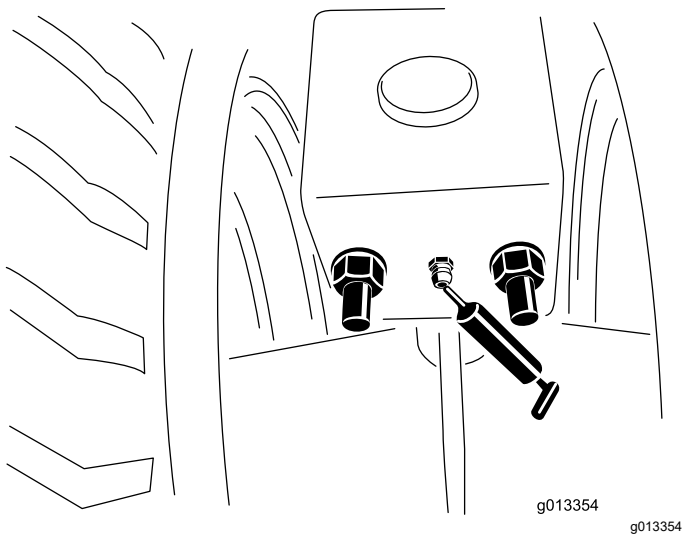

図 56
1. 異物がないように、グリスフィッティングをきれいに拭く 図 56。